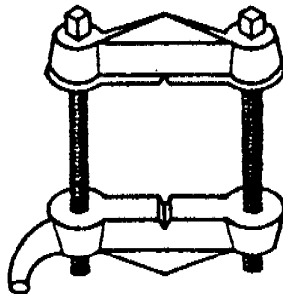

Figura 8
5. Brida conjugada (Figura 8), utilizada en la fijación de piezas de grandes diámetros.